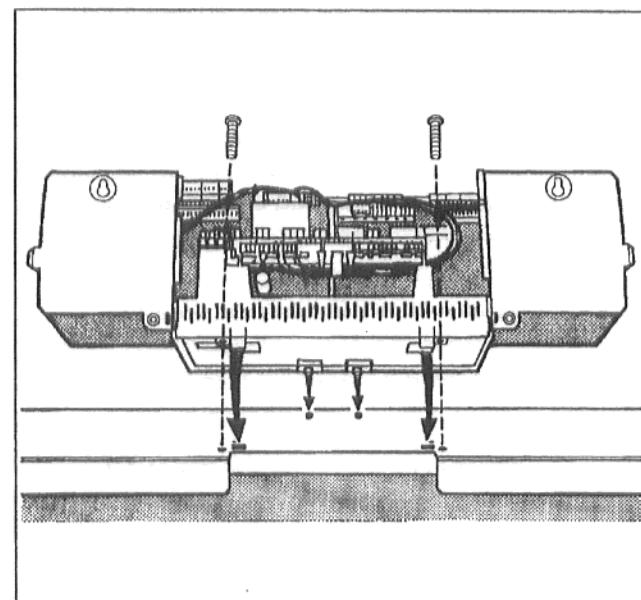

Fig. 14: Înșurubarea aparatului de reglare; HS 431x ca exemplu
- Aparatul de reglare se va așeza pe capota frontală de acoperire a cazonului în aşa fel încât cârligele de la partea de jos a aparatului de reglare să intre în față în găurile ovale (Fig. 14).
Conductele capilare ale senzorului de temperatură și, la reglarea "Ecomatic", conducta senzorului de măsurare a temperaturii apei cazonului se va așeza în tăietura din capota frontală a cazonului (Fig. 14).
- Aparatul de reglare se va apleca în față și se va apăsa în jos până când ambele cârlige elastice au intrat în găurile din spate (Fig. 14).
- Aparatul de reglare se va înșuruba cu două șuruburi pe capota din față a cazonului (Fig. 14).